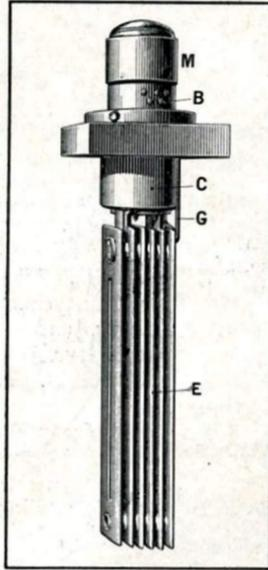

Fig. 4. — Élément complet d'une machine à faire le froid par chlorure de méthyle (type à compression).
- 2° Le chlorure de méthyle (CH_2Cl), dont la vaporisation détermine un froid de $-23^\circ C$. (voir fig. 4) ;